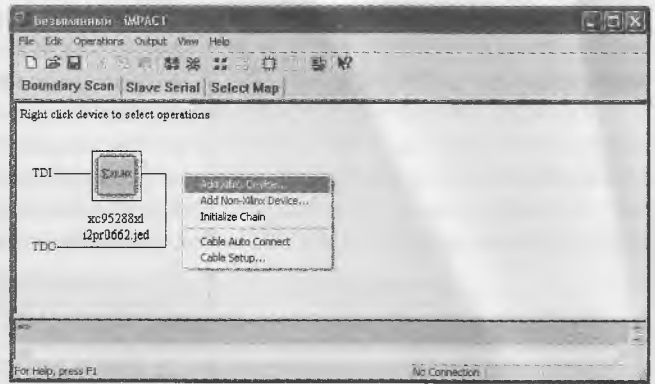

Рис. 14. Добавление устройства
– Совершенно верно. При наличии нескольких ПЛИС на одной плате и для экономии места под JTAG-разъем часто используется их каскадное соединение по сигналам TDI-TDO. В этом случае в менеджере “_IMPACT” в ручном режиме правой кнопкой мыши добавляется необходимое количество устройств через пункт меню “Add Xilinx Device” и выбирается JED-файл прошивки, при этом первая по счету ПЛИС становится справа по ходу сигнала (см. рис. 14...16).